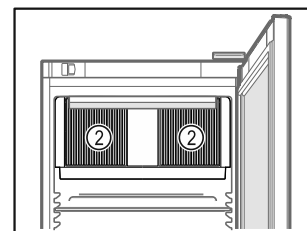

Fig. 72
- ❑ A belső térben lévő keringető ventilátor szellőzőnyílásait Fig. 72 (2) tartsa szabadon.